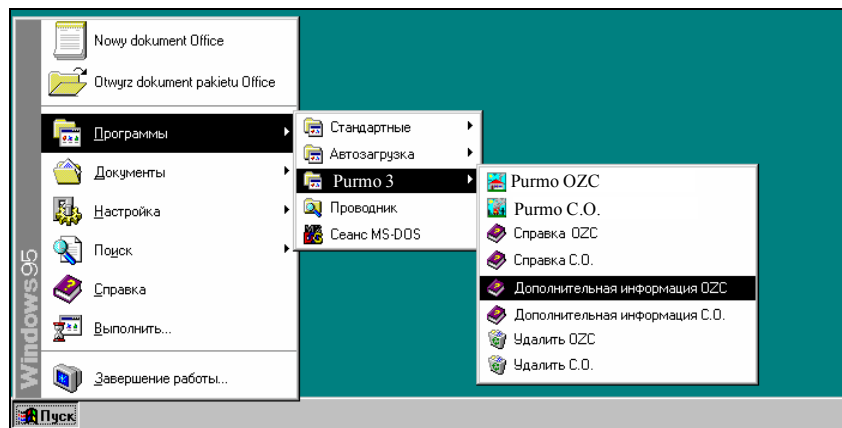

Рис. 1.1. Просмотр файла справки с дополнительной информацией
1. перейти к меню Пуск (**Start**) системы Windows (Рис. 1.1),